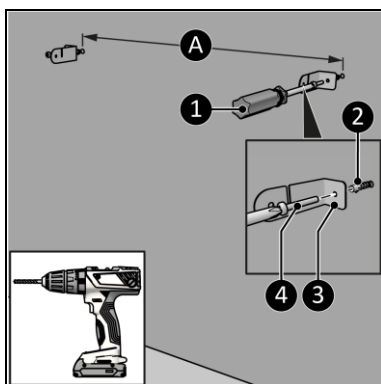

Figure 10
4. Percez deux trous à au moins 610 mm au-dessus du sol pour les supports. La distance entre les trous est d'environ (figure 10, pos. A)* :
5. Insérez des chevilles murales (figure 10, pos. 2).
6. Vissez et serrez un support gauche et un support droit (figure 10, pos. 3) au mur avec une grande vis (figure 10, pos. 4) en utilisant un tournevis Phillips (figure 10, pos. 1).